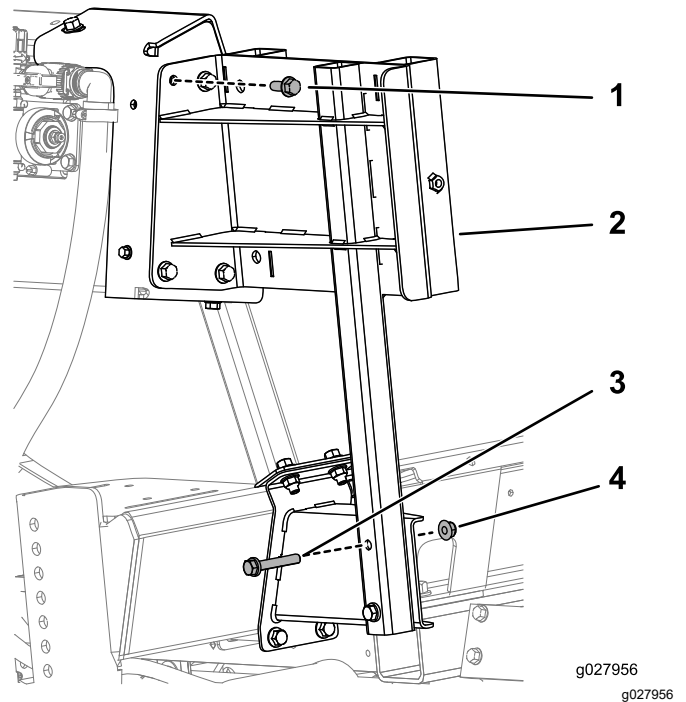

Bild 13
5. Befestigen Sie die Stützhalterung für das Trommelfach mit vier Schrauben ($\frac{3}{8}$ "-16 x 1"), zwei Schrauben ($\frac{3}{8}$ "-16 x $2\frac{1}{4}$ ") und sechs Bundmutter ($\frac{3}{8}$ "-16) an der oberen und unteren Halterung, wie in Bild 13 abgebildet.